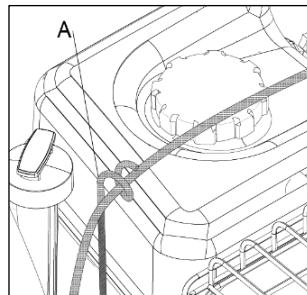

Рис. 9
- Закрепите трос в направляющей (Рис. 9, А).